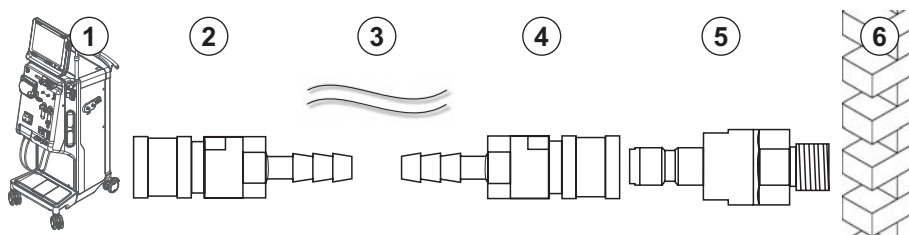
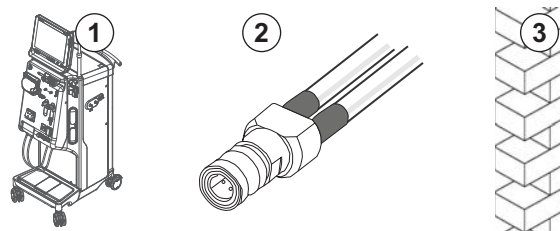

Abb. 4-4 Option 1: Wasserzulauf mit Aquaboss-Kupplungen
Abb. 4-5 Option 2: Wasserzulauf mit Aquaboss-Kupplung für Ringleitung
- Option 1: 2 Schlauchkupplungen (Abb. 4-4, ② , ④), Innendurchmesser des Schlauchs 9 mm, Material 1.4571 EPDM
- Option 1: 1 Verschlussnippel ⑤ , Material 1.4571 EPDM
- Option 2 (Ringleitung vorhanden): Sekundäre Ringleitung mit P-Y-Doppeladapter ohne Totraum (Abb. 4-5, ②)
Option 2: Eine Ringleitung ist vorhanden. Aus der Wand kommende und zur Wand führende Leitungen sind an einer Kupplung (Abb. 4-5, ②) befestigt.
1. Kupplung ② direkt an das Gerät anschließen.